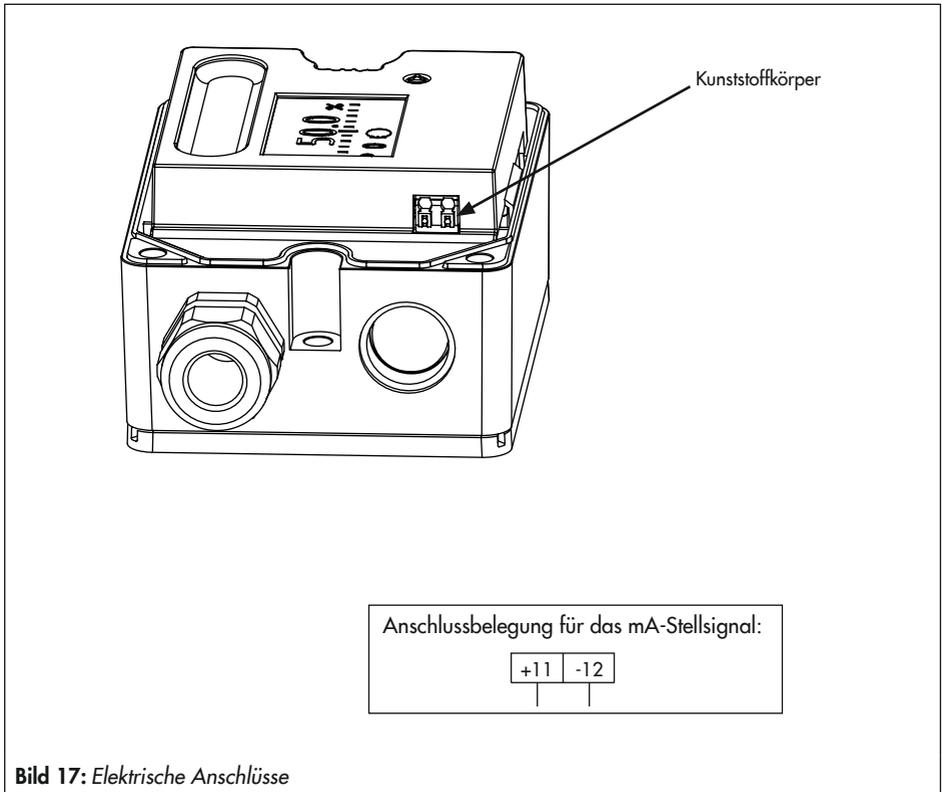

Bild 17: Elektrische Anschlüsse
- Zum Entriegeln der Federzugklemmen Kunststoffkörper (Bild 17) mit einem Schlitz-Schraubendreher **leicht** in den Klemmenblock drücken.
- Elektrische Hilfsenergie (mA-Stellsignal) nach Bild 17 anschließen.